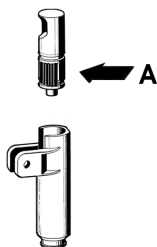

figure 2
- 2 - Lubrifiez le piston robinet (dans la zone A indiquée sur la figure 2) uniquement avec la graisse fournie par le fabricant ou une autre graisse à usage alimentaire.